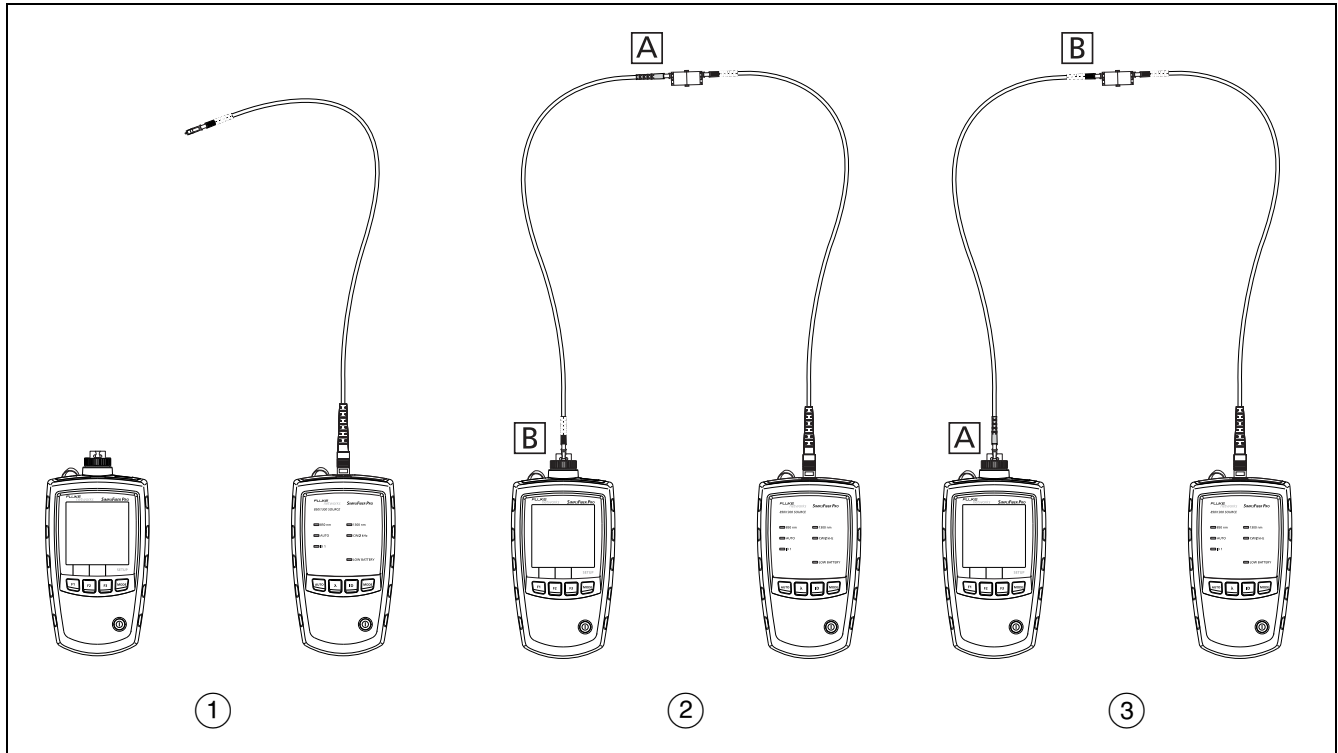

Figura A-3. Conexões para testar um cabo de referência para teste
3-1 Desconecte o cabo de referência para teste do medidor (Figura A-3, ①).
3-2 Conecte o cabo que deseja testar (Figura A-3, ②).
3-7 Conecte o cabo no sentido contrário (Figure A-3, ③), em seguida, repita o passo 3-6.